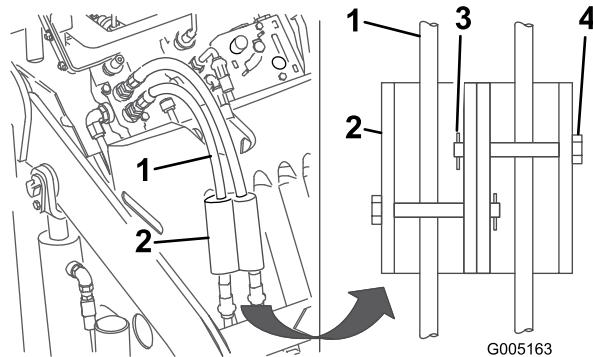

Рисунок 21
- Поместите замки гидроцилиндров на шланги и закрепите их штифтами с головкой и шплинтами (Рисунок 21).